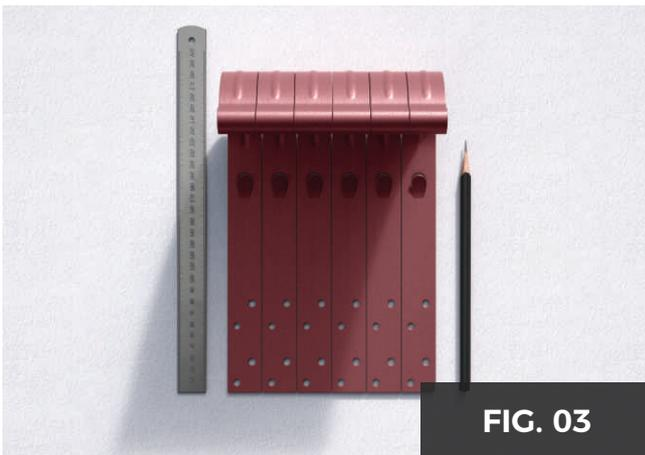

FIG. 03
- se aliniaza cârligele necesare (FIG. 03)